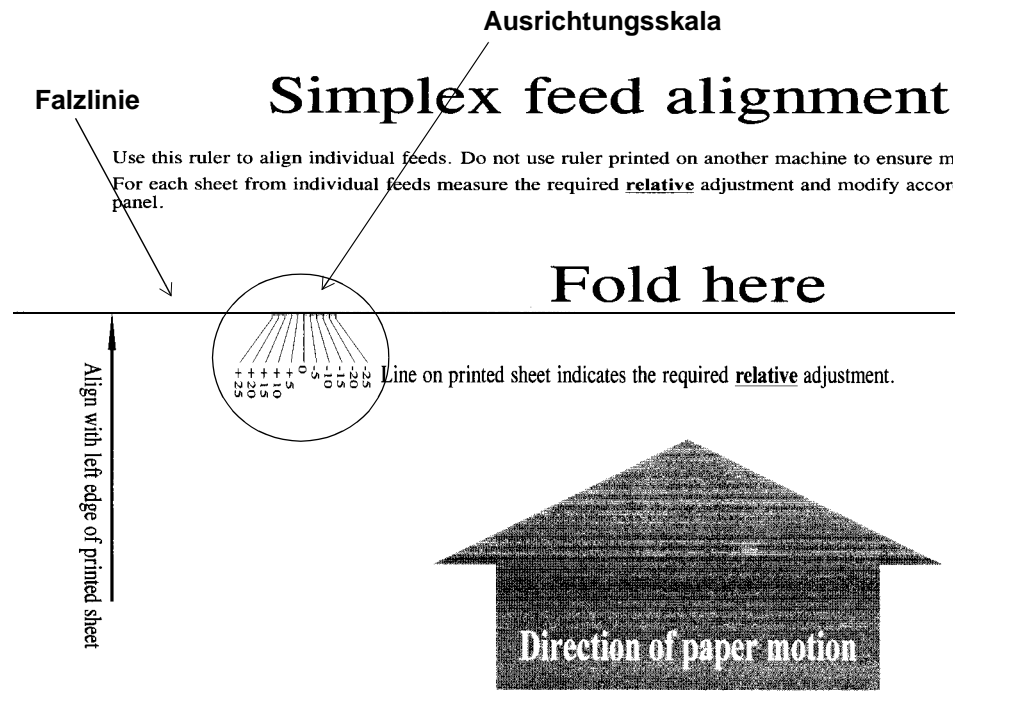

Abbildung 6-8 Linealblatt zur Ausrichtung des einseitigen Drucks
- ein *Linealblatt zur Ausrichtung für den einseitigen Druck*. Siehe Abbildung 6-8.
1. Falten Sie den oberen Teil des Linealblatts zur Ausrichtung des einseitigen Drucks sorgfältig wie in Abbildung 6-8 gezeigt.